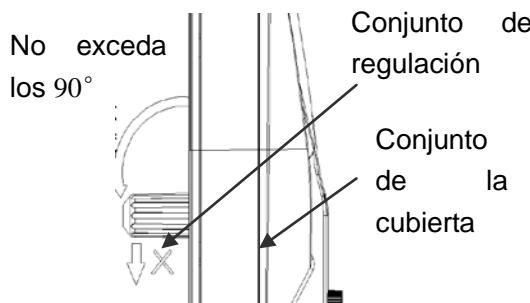
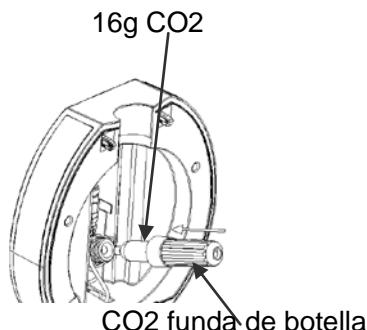
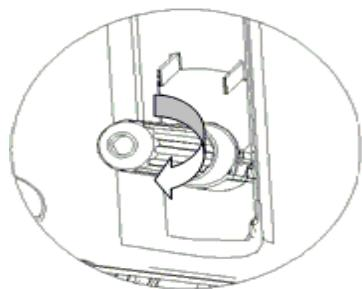

Figura 15
Figura 16
Figura 17
4. Afloje la funda de la botella de CO2 (como se muestra en la figura 15), inserte un cartucho de CO2 de 16 gramos en la funda (Figura 16), y el tornillo de la cubierta firmemente hasta que se oye un "click" (Figura 17), lo que indica que el cierre de cartucho se ha perforado y el gas de CO2 puede fluir en el barril libremente. Asegúrese que la